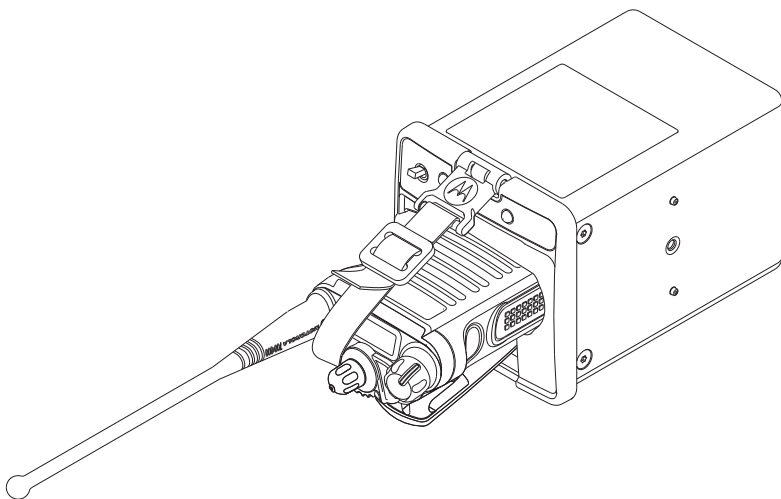
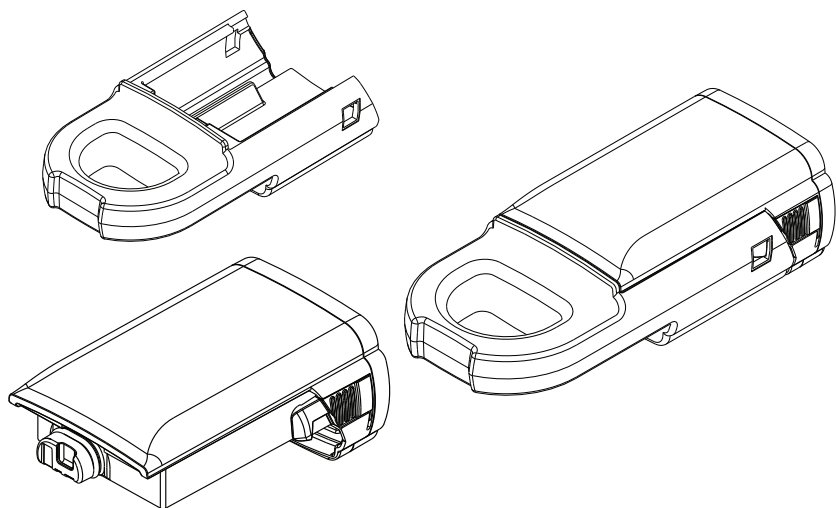
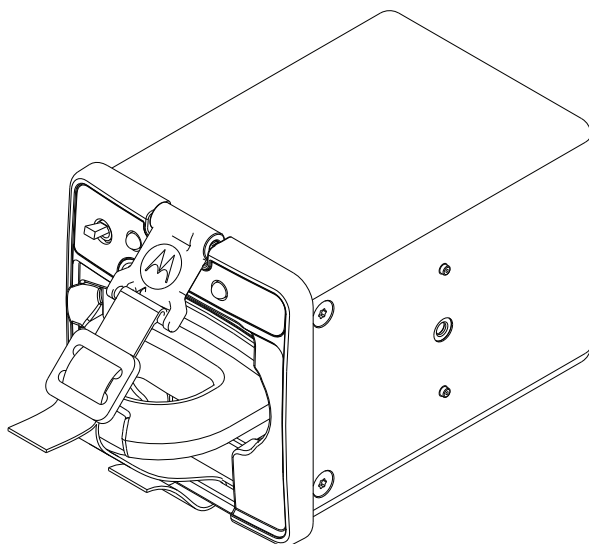

Рис. 7 Радиостанция с аккумулятором, антенной, PSM или RFA.
Рис. 9 Установка литий-ионного аккумулятора в адаптер NNTN7688.
Рис. 10 Литий-ионный аккумулятор с адаптером
5. Для радиостанций с установленной антенной протяните ремень между основанием антенны и основанием регулятора поиска каналов и защелкните фиксирующую пластину на лицевой панели. Отрегулируйте ремень с помощью трехпозиционной пряжки для надежного крепления радиостанции с установленным аккумулятором в разъеме автомобильного зарядного устройства (см. Рис. 7).
Для радиостанций с установленным микрофоном для служб общественной безопасности (PSM) и PC-адаптером отрегулируйте ремень с помощью трехпозиционной пряжки для надежного крепления радиостанции с установленным аккумулятором в разъеме автомобильного зарядного устройства (см. Рис. 7).
Для зарядки никелевых и литиевых (кроме модели NNTN7038) аккумуляторов, не установленных в радиостанцию, протяните ремешок поверх аккумулятора, защелкните фиксирующую пластину на лицевой панели. Отрегулируйте ремень с помощью трехпозиционной пряжки для надежного крепления аккумулятора в разъеме автомобильного зарядного устройства (см. Рис. 9).
6. Для зарядки литиевого аккумулятора модели NNTN7038, не установленного в радиостанцию, вставьте его в адаптер (см. Рис. 9) перед тем, как устанавливать в зарядный разъем, затем протяните ремешок поверх аккумулятора, защелкните фиксирующую пластину на лицевой панели (см. Рис. 10).
Когда радиостанция/аккумулятор установлены в зарядном разъеме, затяните фиксирующий ремешок как показано на Рис. 7. Если установлен аккумулятор отдельно, зафиксируйте его надежно как показано на Рис. 9 или Рис. 10. Это позволит предотвратить выпадение аккумулятора из зарядного разъема при тряске во время движения по пересеченной местности или неровной дороге, а также защитит от возникновения нештатных ситуаций с участием незакрепленных объектов в салоне автомобиля при столкновении.